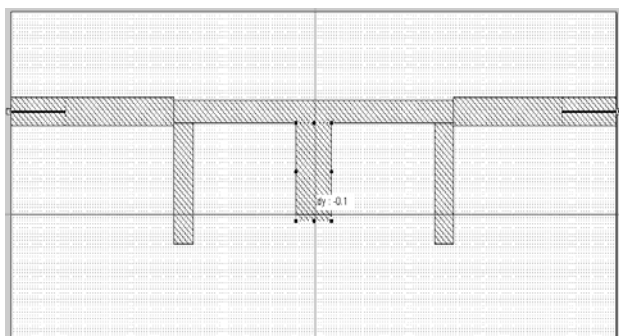

Рис. 1.47
1. Дважды щёлкните по среднему шлейфу, установите курсор на синий ромб посередине нижней стороны шлейфа так, чтобы курсор отображался в виде двойной стрелки. Нажмите левую кнопку мышки и, не отпуская кнопки, переместите курсор вверх на величину **dy:-0.1** (рис. 1.47), отпустите кнопку.